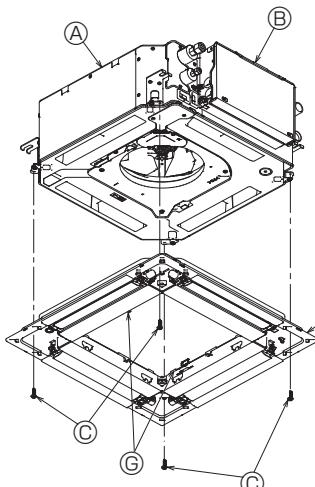

Fig. 5-7
- Zet het rooster vast door de vier schroeven aan te draaien. (Fig. 5-7)